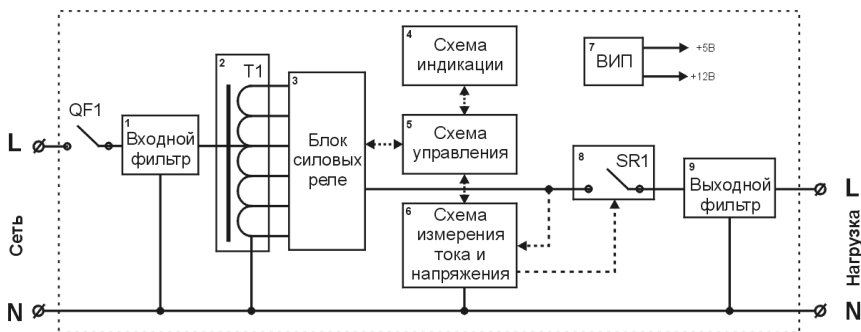

Рис.3. Структурно-функциональная схема стабилизатора
В целях снижения уровня помех в выходном напряжении в стабилизаторе предусмотрен фильтр (7) (рис.3). Подавление помех зависит от ступени регулирования автотрансформатора и составляет не менее 10 дБ на частоте 100 кГц.